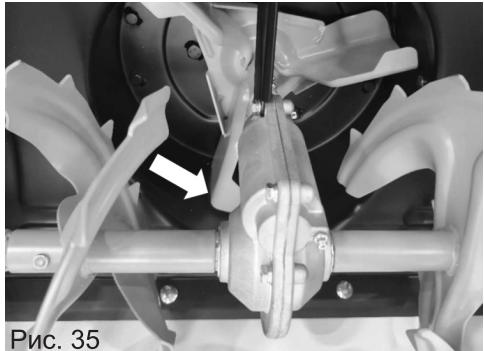

Рис. 35
- Очистите от снега шнек, крыльчатку и направляющий желоб. Из практики, снег в области крыльчатки (Рис.35), сначала растаяв, может превратиться затем в лёд. Крыльчатка примерзнет и при последующем запуске вращение частей механизма выброса снега будет невозможно. Не обращая на это внимание, пользователь может нажать на рукоятку, но из-за вынужденной блокировки, максимальная нагрузка будет на приводной ремень механизма. И если такие ситуации происходят систематически, то есть вероятность, что ремень порвётся, что гарантийным случаем не является. Перед очередным запуском рекомендуется попробовать провернуть крыльчатку, не завода двигатель.